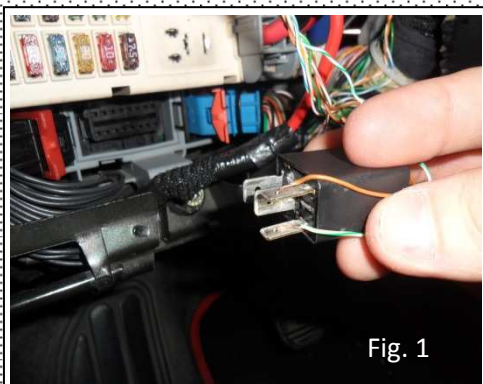

Fig. 1
2. collegare i fili marrone e verde-bianco (*quest'ultimo solo in caso vi interessi l'accensione degli anabbaglianti*), al relè degli anabbaglianti nel sotto-plancia, come indicato in fig.1;